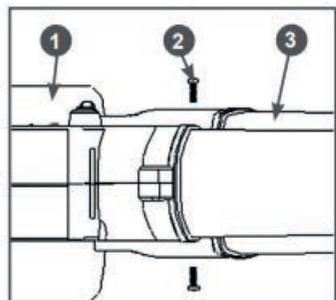

Рис. 3 Установка верхней трубы
3. Вставьте верхнюю трубу 3 в корпус вентилятора 1 и закрепите ее с помощью двух винтов 2 (Рис. 3)